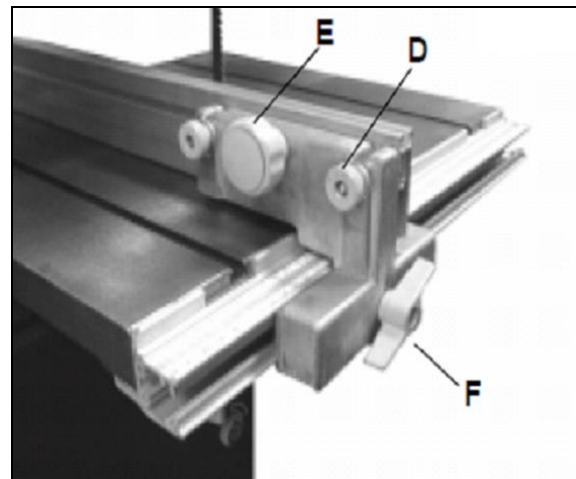

Fig 8
Monter la butée à onglet (C) avec deux petits écrous moletés et des vis à tête plate M6 x 40 (D) sur la partie en fonte (B) et fixer la vis moletée (E) (voir Fig 8).